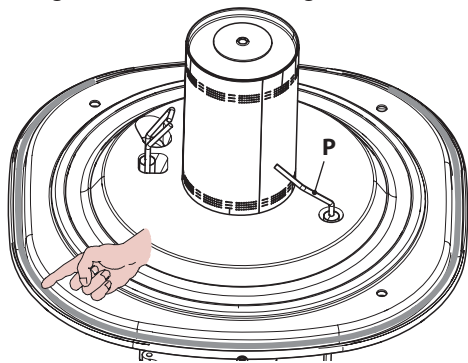
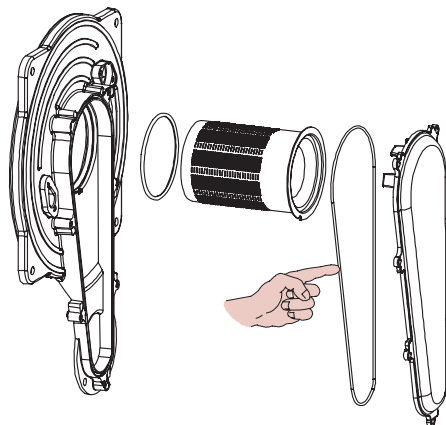

Figura 9.14
Figura 9.15
- La guarnizione in silicone della parete frontale della camera di combustione Figura 9.14 e la guarnizione del coperchio condotto aria/gas (Figura 9.15) devono essere cambiate se deteriorate e comunque devono essere obbligatoriamente sostituite ogni 2 anni.
- L'elettrodo di rilevazione P in Figura 9.14 funge anche da sensore per il corretto scarico della condensa. Se tale elettrodo viene a contatto con acqua di condensa presente all'interno della camera di combustione manda in blocco di sicurezza la caldaia. Pertanto se si trova la coibentazione bagnata o deteriorata provvedere alla sostituzione.